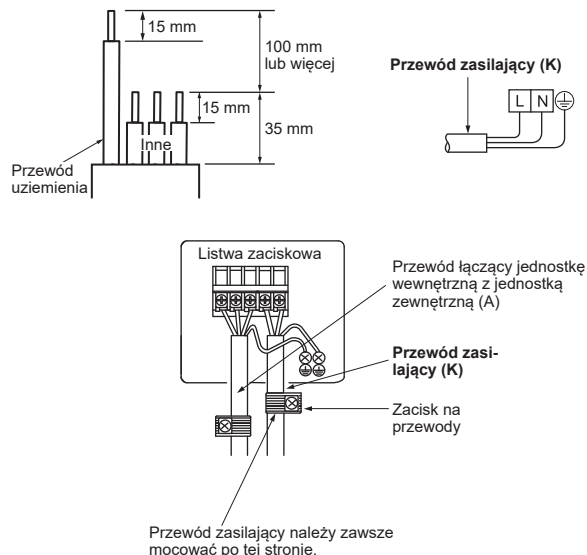

Rysunek 5
- 6) Umieścić wąż spustowy w przepięciu ściennym (C), po czym zawiesić górną część jednostki wewnętrznej na płycie montażowej (1). Następnie przesunąć jednostkę wewnętrzną całkowicie w lewo, aby ułatwić umieszczenie rur w jej tylnej części.
- 7) Wyciąć element dystansowy z opakowania styropianowego i umieścić go na występie z tyłu jednostki wewnętrznej. (Rysunek 5)
- 8) Podłączyć rury czynnika chłodniczego, używając rury przedłużającej (B).
- 9) Docisnąć dolną część jednostki wewnętrznej, dopasowując ją do płyty montażowej (1), po czym zamocować części w kolejności odwrotnej do demontażu.